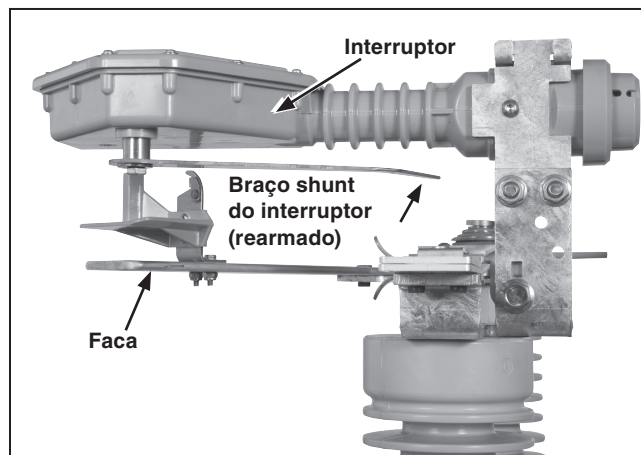

Figura 32. Assegure-se que o interruptor e braço shunt do interruptor ficam paralelos com o plano de varredura da faca.
PASSO 11. Abra e feche a chave e examine o alinhamento entre interruptor e faca. O interruptor deve ficar em paralelo com o plano de varredura da faca. Ver Figura 32.
- (b) Quando a faca atinge sua excursão total, o braço shunt do interruptor é liberado e deve encaixar novamente na posição **Fechada** de forma rápida e rearmar para a próxima operação. Ver Figura 32.